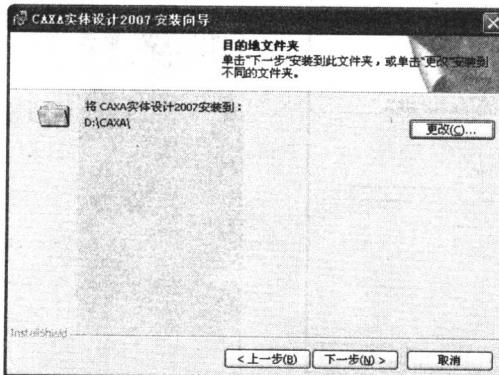

图 1-6 【目的地文件夹】界面
(5) 单击【下一步(N)>】按钮进入【目的地文件夹】界面，然后单击【更改(C)...】按钮设置软件安装路径，如图 1-6 所示。